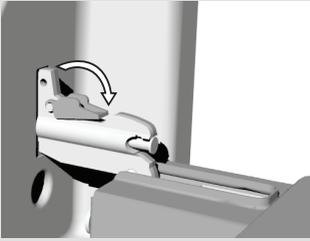

Abb. 2
- Fassen Sie die Glasscheibe am unteren Rand an, heben Sie sie leicht an, damit sie aus dem Träger herauspringt und nehmen Sie sie heraus (Abb. 2).
- Drehen Sie beim GentleClose System die Aushängesperre um 90° zurück (Abb. 2).